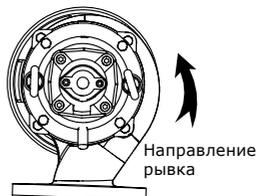

Рис. 6 Направление рывка при пуске (вид сверху)
- Если насос подключен правильно, рывок будет в сторону, противоположную правильному направлению вращения. См. рис. 6.